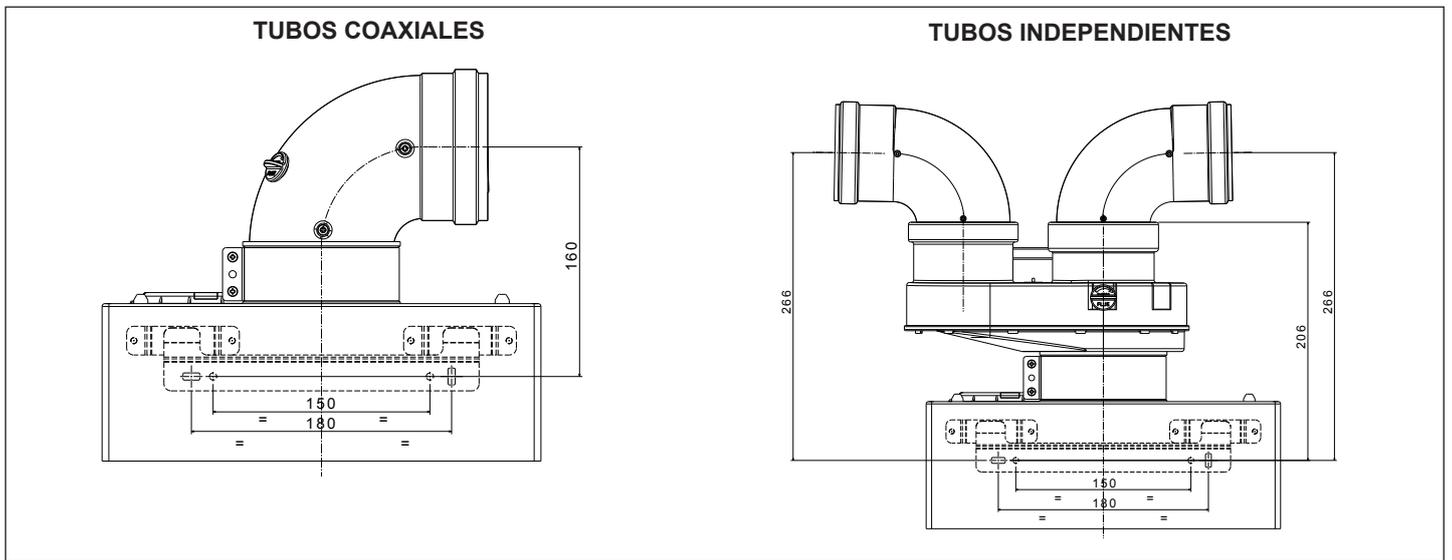
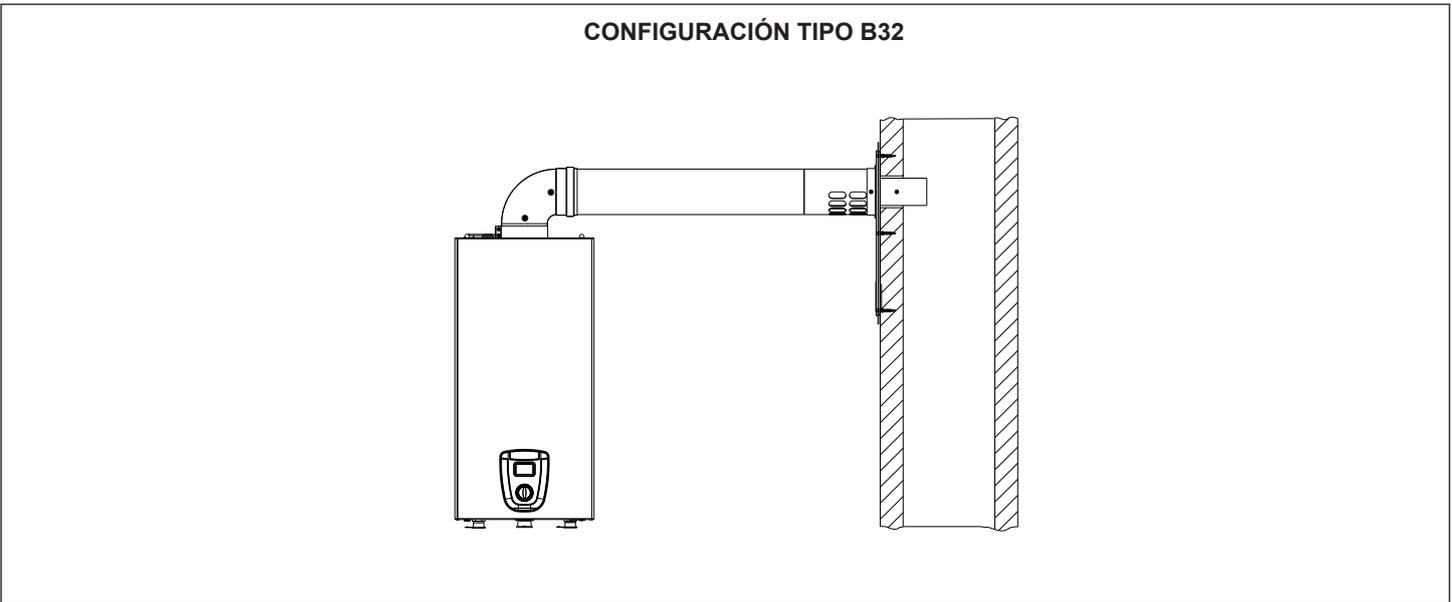

Fig. 8 - Dimensiones descargas tipo C
Fig. 9 - Dimensiones descargas tipo B
Admisión de aire/evacuación de humos en el exterior con tubos horizontales coaxiales (ver fig. 8 superior).
En esta configuración, los conductos para la aspiración y la descarga están separados: la aspiración del aire comburente se realiza desde el exterior de la habitación (AS) y la descarga de los productos de la combustión (SC) en chimenea o colector (ver fig. 8 inferior). Las descargas desdobladas pueden orientarse en la dirección más adecuada a las exigencias del local.
Admisión de aire remota\* y descarga de humos en el exterior con tubos horizontales coaxiales (ver fig. 9 inferior) (ver fig. 8 superior).
Admisión de aire junto al aparato y descarga de humos en el exterior con tubos simples (ver fig. 9 superior).